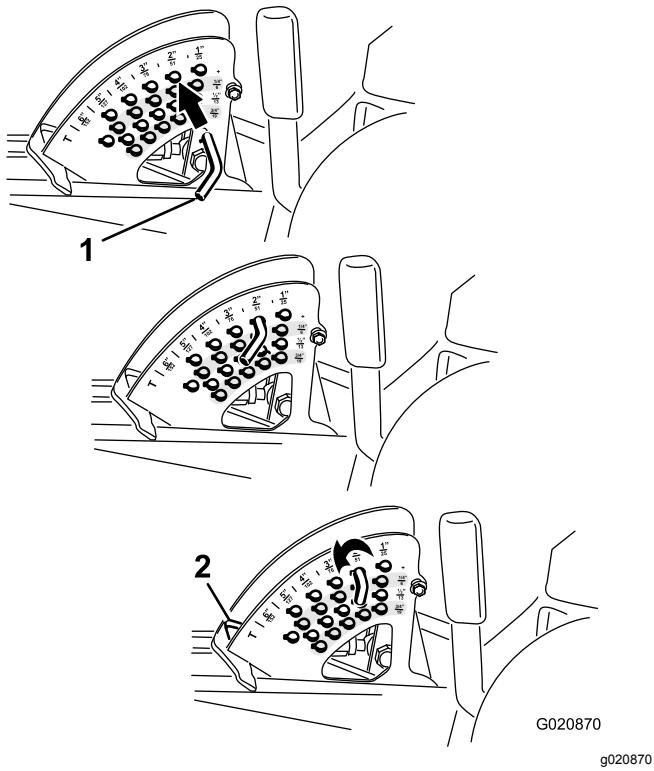

Figura 25
2. Gire el pasador de tope hasta que el pasador cilíndrico que contiene se alinee con las ranuras de los taladros del soporte de altura de corte y retire el pasador (Figura 25).
3. Seleccione un taladro del soporte de altura de corte que corresponda a la altura de corte deseada, inserte el pasador y gírelo para bloquearlo en esa posición (Figura 25).
Nota: Hay cuatro filas de taladros (Figura 25).